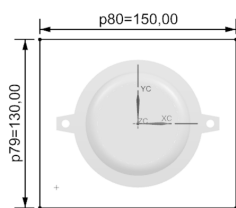
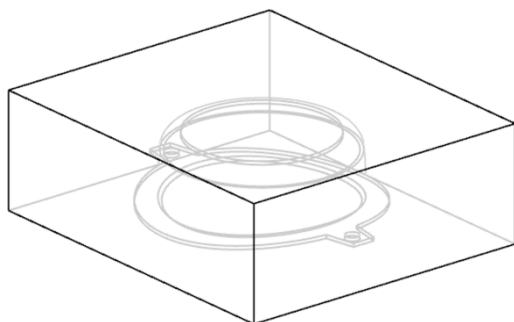

图 2-5 修改工件尺寸
图 2-6 创建工作件
(15) 单击“工件”按钮, 在【工件】对话框中“类型”选“产品工件”，“工件方法”选“用户定义的块”，“定义类型”选取“草图”，单击“绘制截面”按钮, 删除系统默认的尺寸，再标上尺寸，并将尺寸修改为 150mm×130 mm，如图 2-5 所示。
(16) 单击“完成”按钮, 在【工件】对话框中“开始距离”设为-10 mm，“结束距离”设为 40 mm。
(17) 单击“确定”按钮，创建工件，如图 2-6 所示。